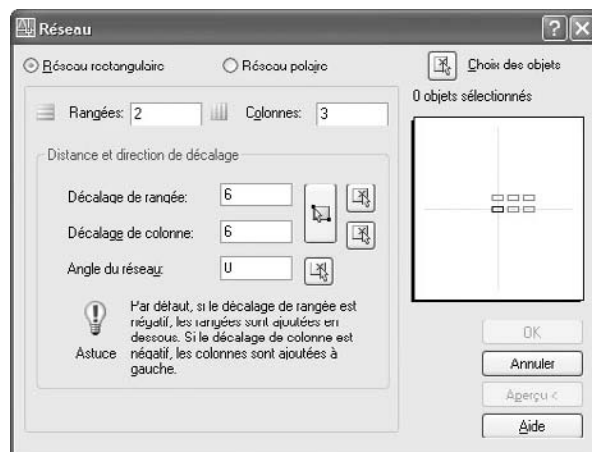

Fig.5.7
- 1 Exécuter la commande de copie en réseau à l'aide d'une des méthodes suivantes (fig.5.7) :